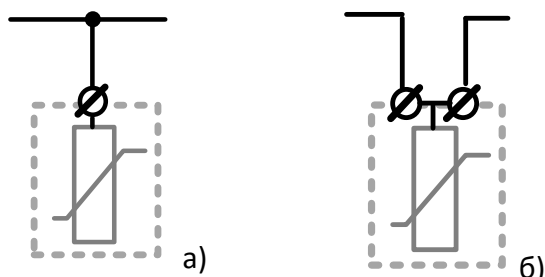

Рисунок 9. Схемы подключения УЗИП к защищаемому проводнику
- Т-схема подключения (рис. 9а), подключение по этой схеме возможно для всех типов УЗИП;
- V-схема подключения (рис.9б), подключения по этой схеме возможно для УЗИП типов OVP L и OVP N, шириной 2 и более U (там, где имеются два или более соединенных друг с другом контактов для подключения к проводам L или N).